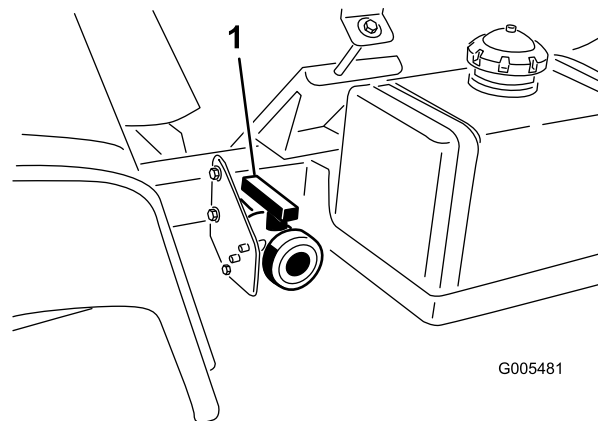

Figura 26
2. La valvola di spurgo del serbatoio è situata sul lato sinistro della macchina (Figura 26). La valvola si trova sul telaio di fronte al serbatoio carburante.